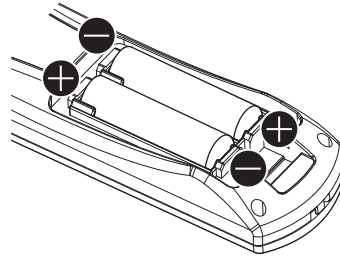

Fig. 2
- 2) Insérez les piles et fermez le couvercle (insérez d'abord le côté \ominus). (Fig. 2)